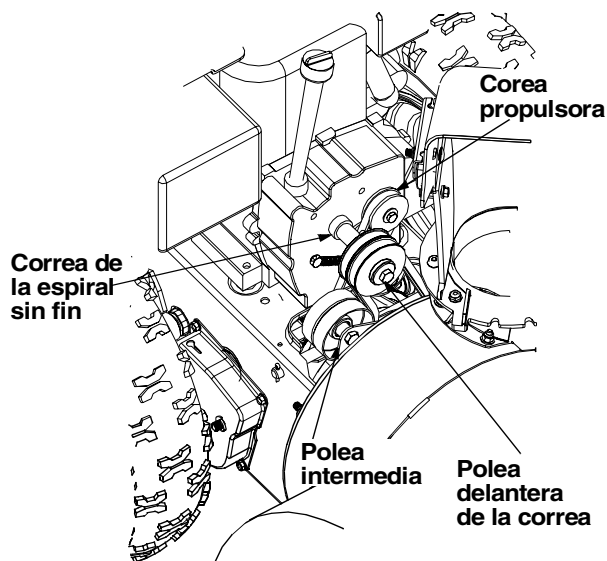

Figura 31
- Extraiga las dos correas de las dos poleas del motor. Vea la Figura 31 para la ubicación de las poleas.